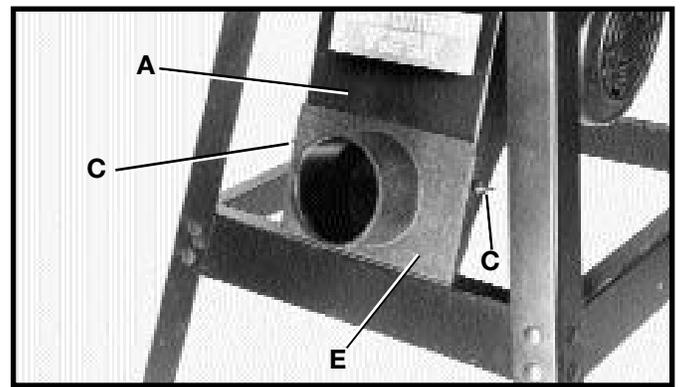

Fig. 15
2. Monte el adaptador (E) Fig. 15 sobre el conducto de polvo (A). Debe alinear los dos agujeros en el conducto de polvo (A) con los agujeros en el adaptador (E). Afíjcelos con los dos tornillos de ala (C) que fueron quitados en el **PASO 1**.